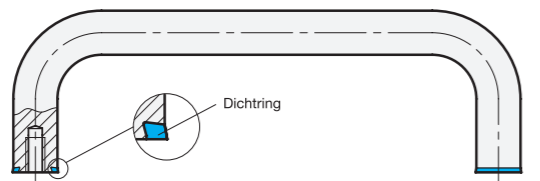

Abb. 1
- Es ist darauf zu achten, dass der Bügelgriff nur in Verbindung mit dem mitgelieferten Dichtung eingesetzt wird. Die Dichtung ist kegelig ausgeformt. Es ist daher auf die richtige Einbaulage zu achten (Abb. 1).